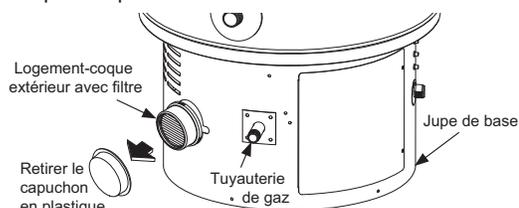

Figure 13. Retirer le capuchon en plastique
Le filtre d'admission d'air fourni avec l'appareil doit être installé conformément aux instructions d'installation qui l'accompagne. Les étapes d'installation sont présentées aux Figures 13 à 16.
- Retirer et mettre au rebut le capuchon en plastique du logement-coque extérieur. Voir Figure 13.